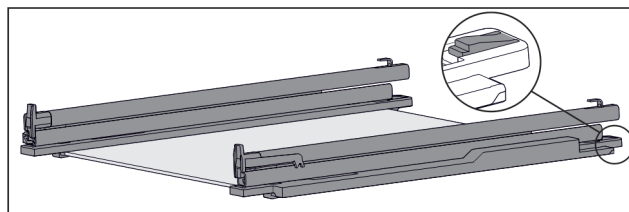

Fig. 149 Staklena ploča s vodilicama i pridržnim dijelovima
- ▶ Pridržni dio straga pritisnite prema dolje (pogledajte Fig. 149) u i istovremeno gurnite vodilicu prema otraga.